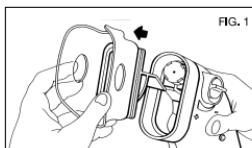

FIG. 1
1. Choisir un endroit où l'opération peut se faire confortablement. Enlever le masque respiratoire de l'appareil. (fig. 1)